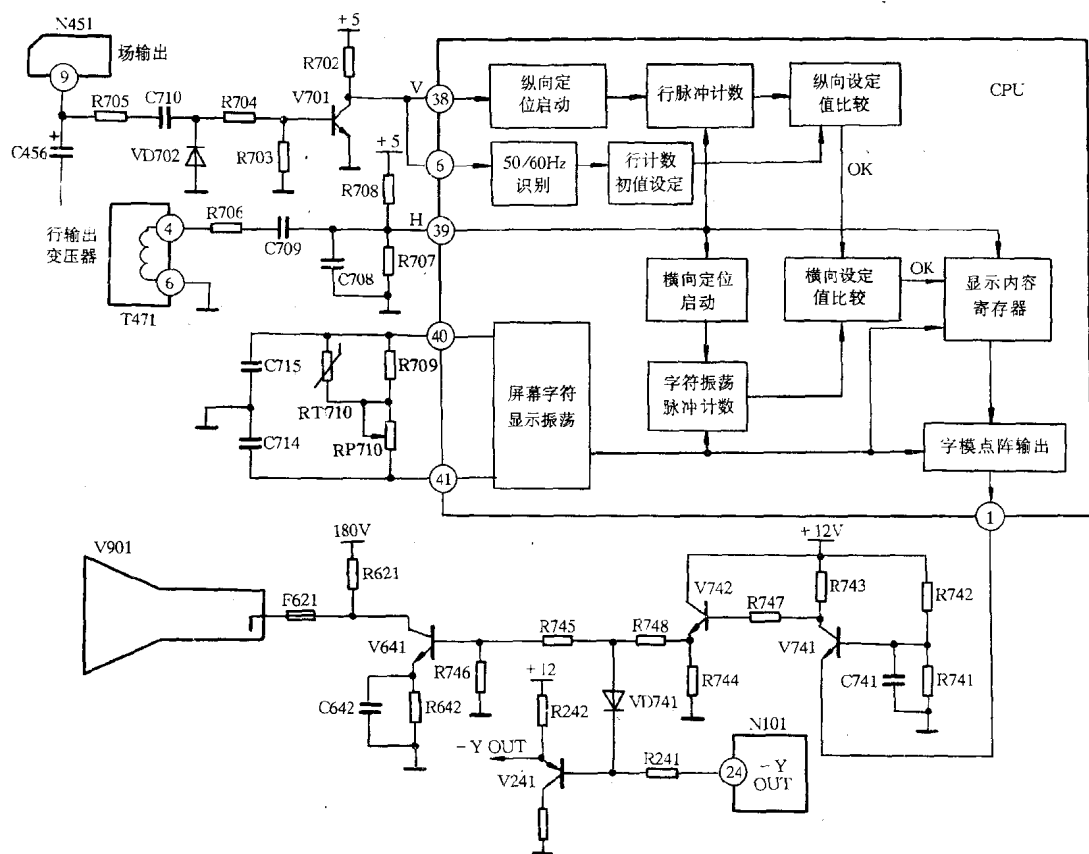
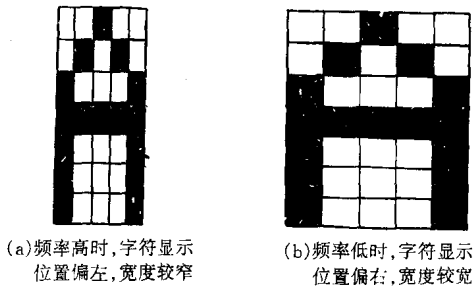

图 1-9 海信 TC2125C 彩色电视机中的字符显示电路简图
图 1-10 字符振荡频率与显示字符的关系
字符显示是直接叠加在图像上的,但是图像内容是随机的。如果不加处理地直接把字符叠加到图像上,就会使得图像内容影响字符的亮度和颜色,甚至由于字符与亮度较强的图像叠加后,出现字符拖尾的现象。解决问题的办法是把显示字符位置的图像内容清除,这个过程称为字符底色消隐或称为“挖底”。对于消隐脉冲大多由单独的端子输出,而海信彩色电视机所采用的 M34300N4-721 却是由字符输出端子输出字符信号经消隐电路处理后得到,如图 1-9 所示。CPUN701 的①脚输出绿字符信号时,V741 的发射极电位升高,使 V742 导通加强,V742 的发射极输出的电位升高。V742 的发射极升高的电位,不但使 V641 导通加强,在屏幕上显示字符,而且通过 VD741 加到亮度信号放大管 V241 的基极上,使 V241 的发射极电位随之升高,相当于字符位置的亮度大大降低,于是屏幕上字符位置不能显示图像内容,V641 正好把字符显示在该位置上。若 V641 这一条电路失效,则经字符底色消隐后,字符位置上仅显示字符的黑色阴影。
参阅如图 1-9 所示电路。CPU IC1 将字符显示指令送到字符发生器 IC3, IC3 内的显示位置计数器开始在行、场同步脉冲触发下开始计数,产生水平/垂直显示位置控制信号控制字符振荡器,在字符显示位置处产生字符振荡时钟脉冲信号,供字符发生器使用。字符脉冲通常由字符振荡器产生,而有的 CPU 为了节省端子,也有字符振荡脉冲与时钟脉冲同由一个振荡器产生。字符振荡脉冲的频率多在 2~6MHz 之间,是行扫描频率的 128~384 倍。字符显示电路就以这个脉冲信号把一行信号分解成 128~384 个点,接收到行逆程信号之后再对字符振荡脉冲计数,就能确定图像扫描的横向位置。
如图 1-9 所示为海信 TC2125C 彩色电视机中的字符显示电路简图。字符显示位置的确定是由 CPU N701 的③⑨、③⑩、④⑩、④⑪脚完成的。场输出集成电路 N451 自举脉冲形成端⑨脚输出的场逆程脉冲信号,经 C710 耦合,VD702 钳位,再经 V701 倒相放大,由 N701 确定图像扫描的开始位置。行输出变压器 T471 的④脚感应出的行逆程脉冲电压,经 R706、C709、R707 微分整形,送到 N701 的③脚,用于判断图像扫描的纵向位置。④⑩、④⑪脚的元件和内部电路组成 RC 或 LC 振荡器,产生字符振荡脉冲,确定图像扫描横向位置和提供字模的读出脉冲。调节 RP710 的大小可在一定范围内改变字符振荡电路的振荡频率,其振荡频率的高低对水平位置的影响很大。振荡频率高时,将使得内部计数器过早地达到计数值,从而显示的字符会向左移动,同时由于字符读取速度较高,所以显示的字符比较窄,如图 1-10(a)所示;相反,如果振荡频率低时,将使得内部计数器达到计数值的时间比较晚,从而显示的字符会向右移动,同时由于字符读取速度较低,所以显示的字符比较宽,如图 1-10(b)所示。